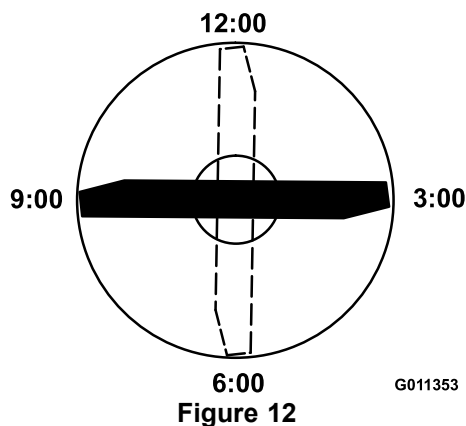

Figure 12
- Positionnez le tranchant de l'extrémité marquée à la position 12 heures (droit devant dans la direction de la tonte) (Figure 12) et mesurez la hauteur de la surface plane au tranchant de la lame.
- Tournez l'extrémité marquée de la lame aux positions 3 et 9 heures (Figure 12) et mesurez les hauteurs respectives.